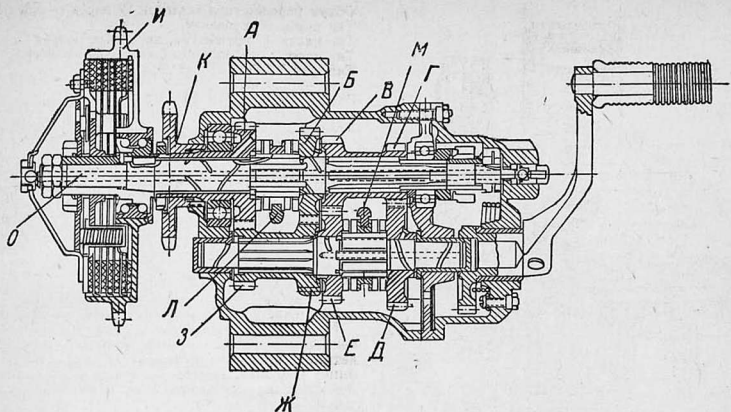

Рис. 5. Четырехскоростная коробка передач мотоцикла АМ-600
**Сцепление и коробка передач** (рис. 5). Сцепление сухое, многодисковое. Семь фрикционных дисков расположены между ведущими и ведомыми металлическими дисками и не связаны жестко ни с теми, ни с другими. Такая система чрезвычайно проста в производстве и в ремонте и обеспечивает надежное действие сцепления. Шесть пружин дают равномерное нажатие на диски, уменьшая тем самым износ сцепления.